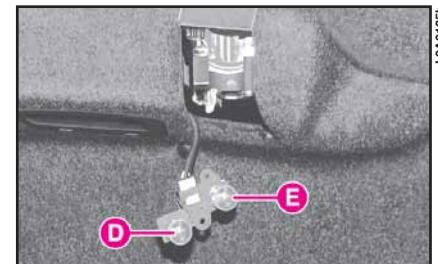

fig. 28
3) quite las lámparas de cristal entero, colocadas a presión (fig. 28);